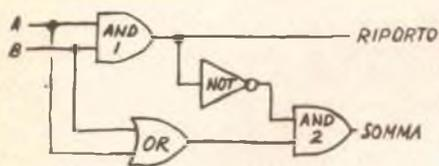

Fig. 4 - Impianto logico del circuito XOR.
**Sistemi logici complessi** - I sistemi logici che contengono tre o più elementi logici basilari vengono detti complessi. Uno tra i più semplici sistemi logici complessi è la funzione OR ESCLUSIVA (talvolta scritta XOR), rappresentata schematicamente nella fig. 4. Dalla tabella della verità, si noti che questa funzione è identica alla funzione OR, con un'importante eccezione: una condizione di verità esiste solo quando è vera una o l'altra condizione, ma non entrambe.
La funzione OR ESCLUSIVA completa il collegamento tra la logica booleana, il sistema numerico binario ed i circuiti elettronici di commutazione, in quanto può essere usata per sommare due bit binari. Per vedere come questo viene fatto, supponiamo un 1 logico all'entrata A e uno 0 logico all'entrata B del circuito OR ESCLUSIVO della fig. 4. Poiché viene azionata solo un'entrata (entrata A), il circuito AND 1 non passa in conduzione. Quindi, nell'uscita di riporto è presente uno 0. Il circuito OR 1 non passa in conduzione, dal momento che è necessario sia presente un'entrata sola. Poiché il circuito NOT inverte lo 0 dal circuito AND 1 in un 1 logico, il circuito AND 1 ha due segnali d'entrata ed è perciò in conduzione. Ne risulta un 1 logico all'uscita di SOMMA cioè il circuito ha sommato 0 + 1 per ottenere 1. Il circuito OR ESCLUSIVO viene spesso denominato "semisommatore". Provate a verificarne il funzionamento sommando binariamente 1 + 1.